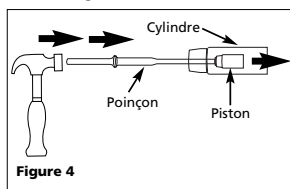

Figure 4
3. Si le piston est bloqué, démonter le cylindre du carter. Pousser le piston à travers le cylindre avec le poinçon (Voir Figure 4).